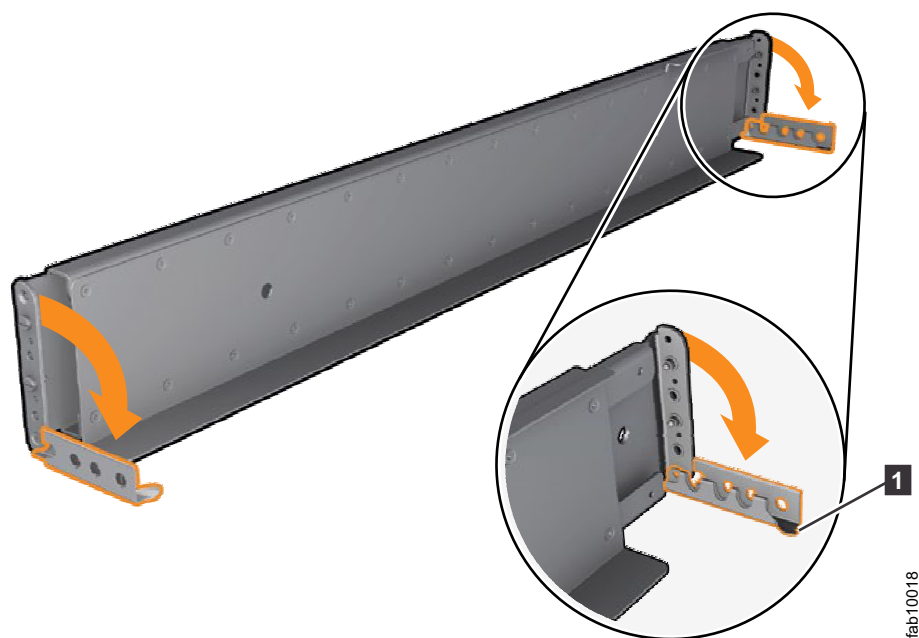

Рисунок 38. Открытие скоб
6. В каждом конце направляющей возьмитесь за язычок **1** и *сильно* потяните, чтобы открыть скобу (см. рис. 38 на стр. 35).